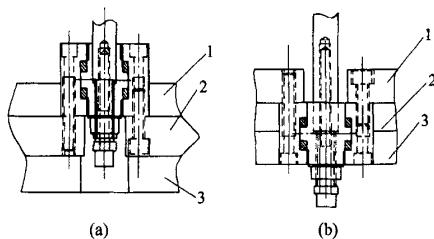

图 5 安装示意图
(2) B 型使用安装示例, 详见图 5。
(3) B 型尺寸规格